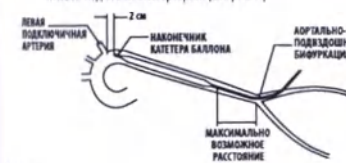

Рис. 7
- Продвигайте баллонный катетер в надлежащее положение в нисходящей грудной артерии таким образом, чтобы наконечник баллонного катетера располагался дистально (на расстоянии приблизительно 2 см) по отношению к левой подлокальной артерии. (См. рис. 7.)